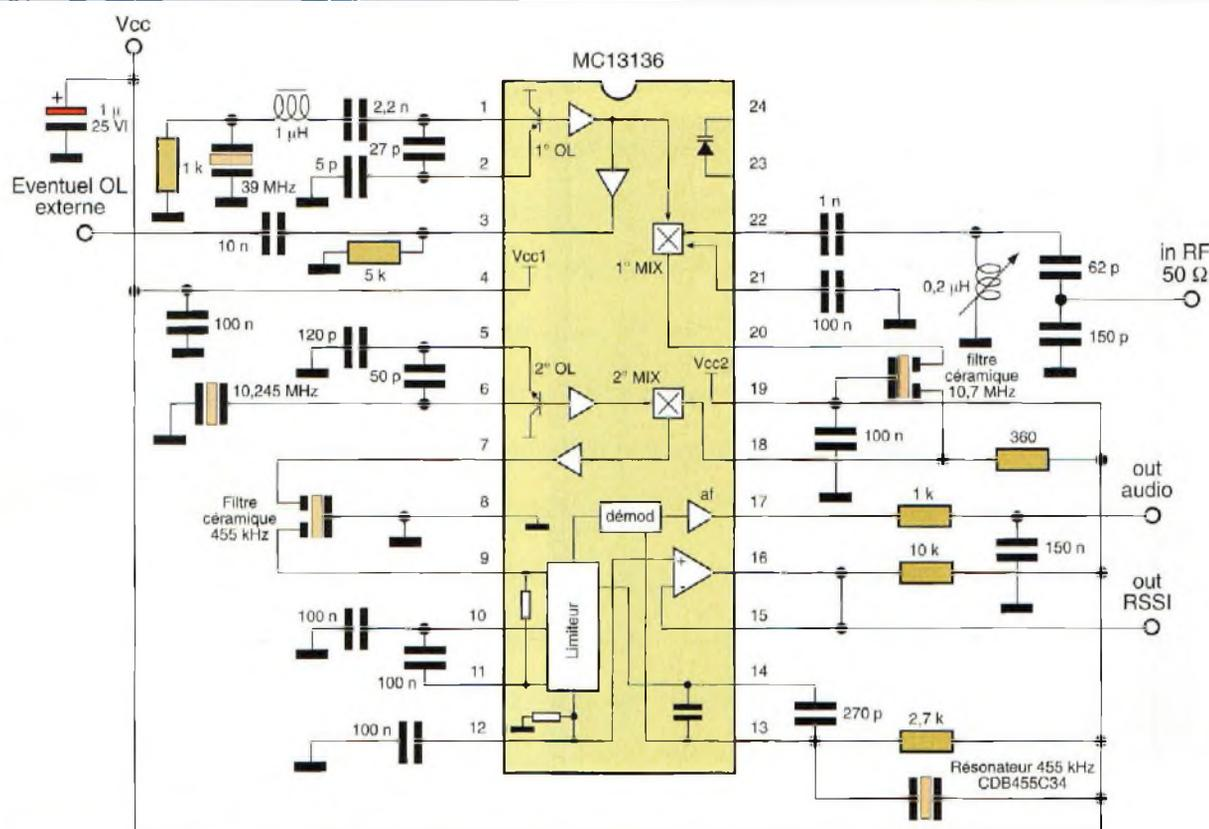

Fig.1 Schéma électrique du récepteur NBFM.
**B**ien que très performant, ce récepteur est facilement réalisable grâce à l'emploi de deux circuits à haute intégration de chez Motorola : MC13136 et MC34119. Comme le montre le schéma électrique reproduit en fig.1, le second est un simple amplificateur de basse fréquence qui a pour rôle de restituer dans le haut-parleur le signal reçu tandis que le premier développe toutes les autres fonctions classiques d'un récepteur évolué à double conversion de fréquence. Le circuit 13136 renferme en effet deux oscillateurs locaux, deux mélangeurs, un amplificateur limiteur pour la fréquence intermédiaire et un ampli opérationnel. Le circuit dispose égale-
**P**our le développement des circuits, il est souvent nécessaire de mettre rapidement en oeuvre un oscillateur stable et fiable sans recourir à des tests de performances préalables. Répondant à ces critères, le schéma électrique proposé est reproduit en fig.1. Ce circuit est très simple et couvre une gamme de fréquences s'étalant entre 10 KHz à 10 MHz.